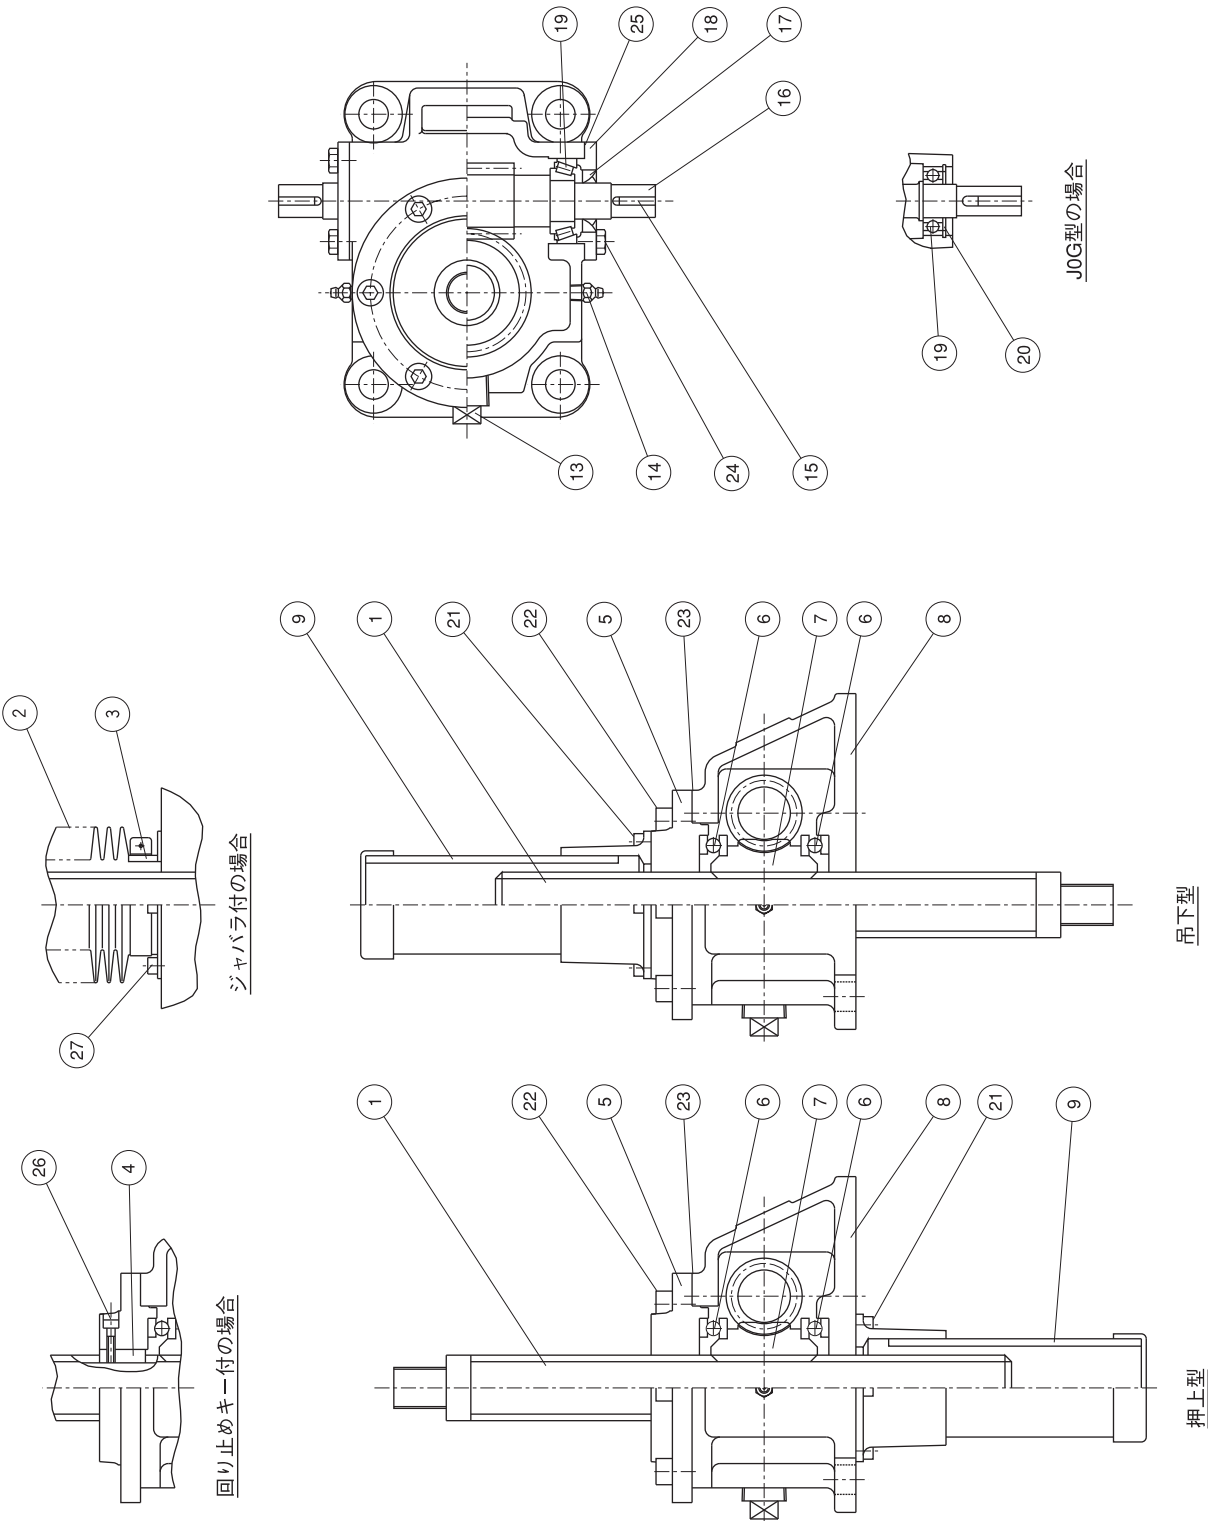
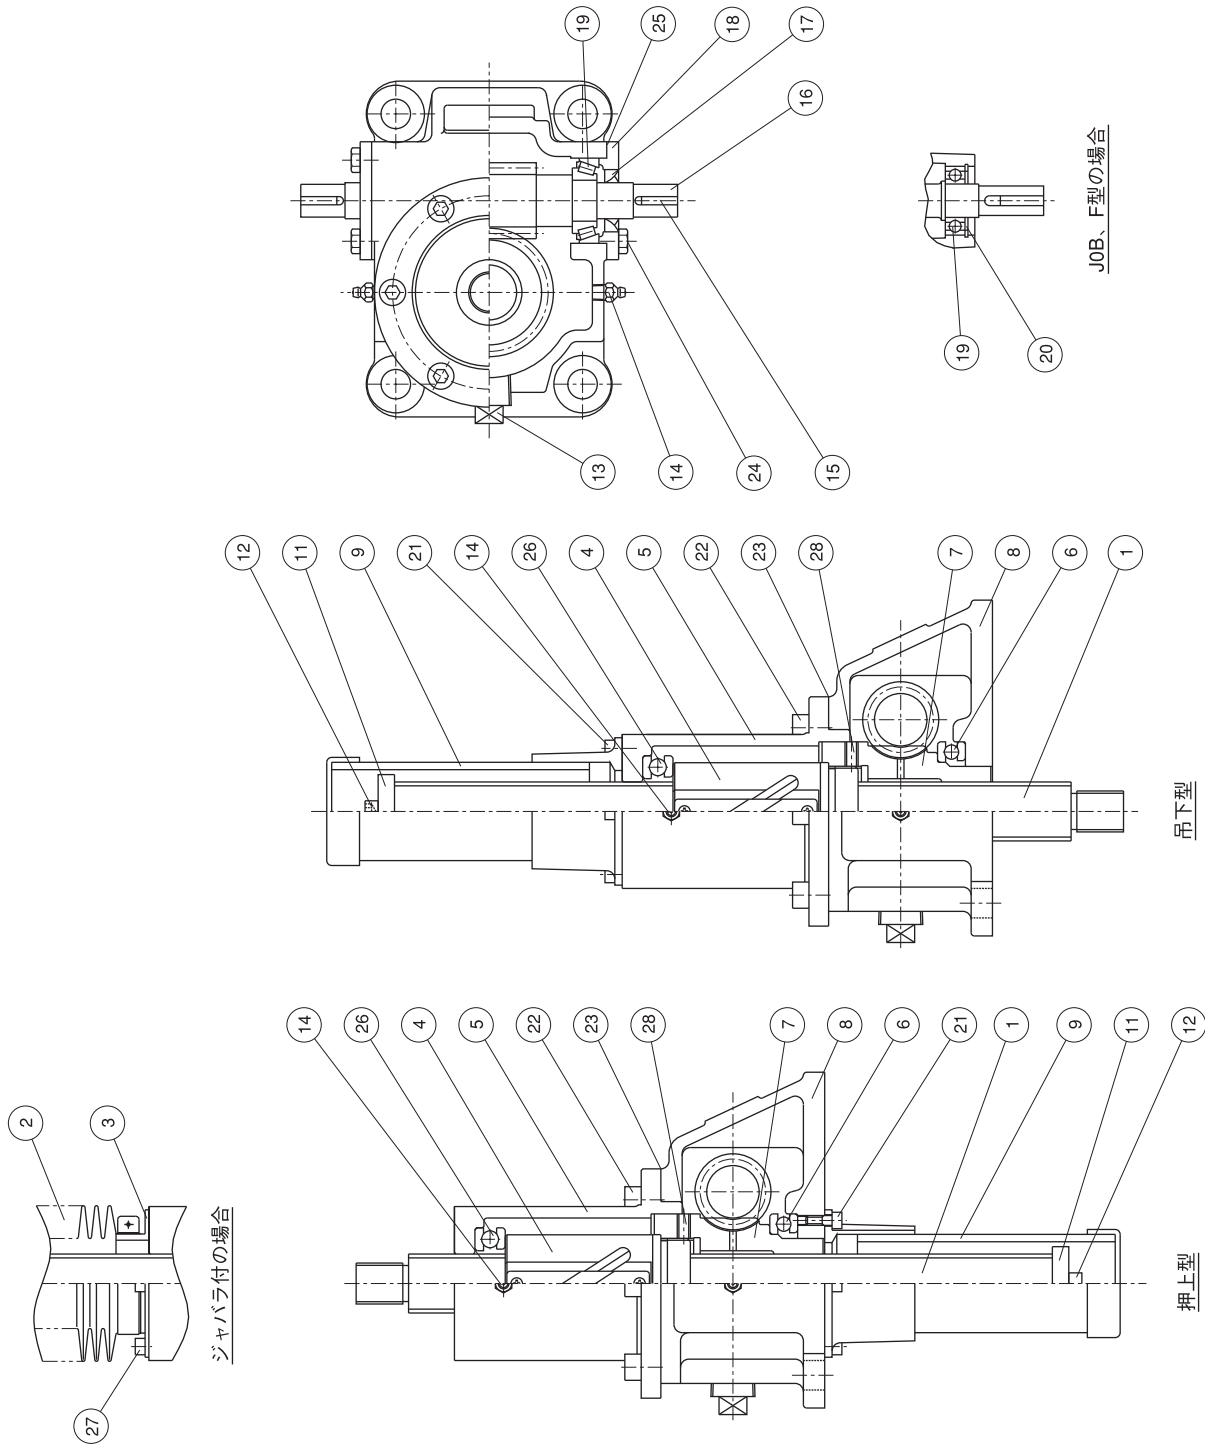

図1 軸昇降型スクリーージャッキ
図4 軸昇降型ボールスクリュージャッキ
基本構造はグリース潤滑用の図1、図4と変わりませんが、ウォームホイール上下にオイルシールを設けてあります。納入時ギアハウジング内には潤滑油を入れてありませんので推奨潤滑油をご購入のうえ規定量入れてください。使用潤滑油はAGMA7EP (ISO番号VG460ギア油)で、メーカ別相当品、枠番別油量は表5、表6の通りです。
8. スクリュージャッキ及びボールスクリーージャッキの構造を図1～5に示します。